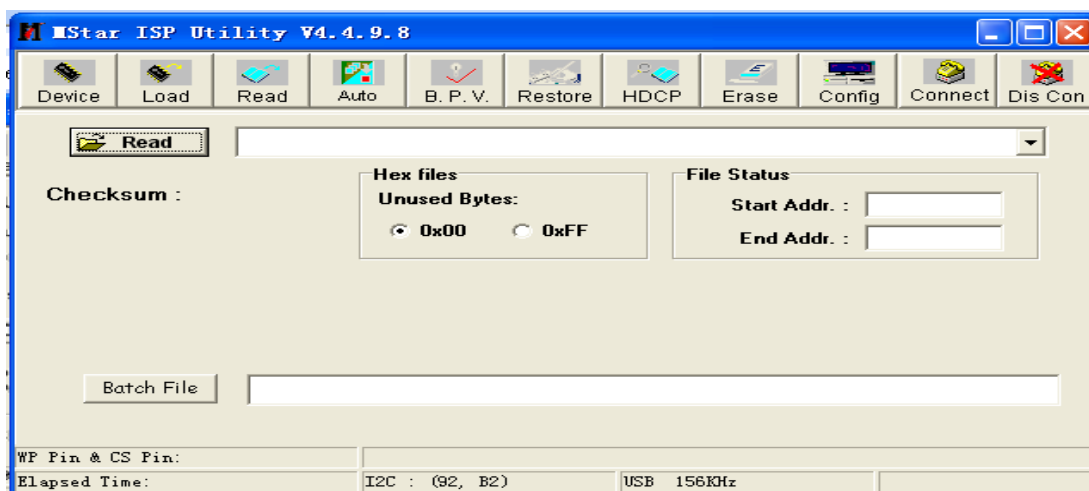

图 3.4
- 7) 属性设置后, 点击“Read”按钮出现下图 3.4。